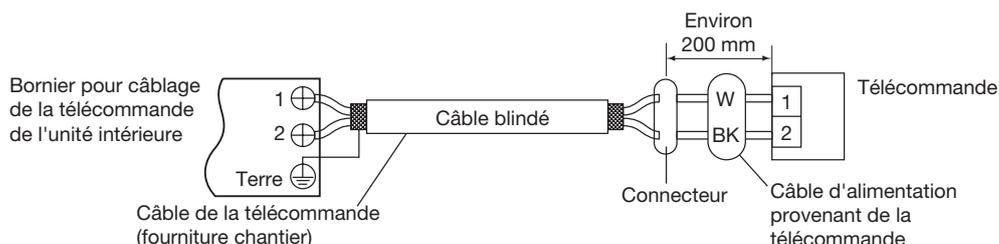

Fig. 3-29
- Utilisez des câbles blindés pour le câblage de la télécommande et mettez le blindage à la terre du côté de l'unité intérieure. (Fig. 3-29). Dans le cas contraire, les parasites risquent d'empêcher l'appareil de fonctionner correctement.